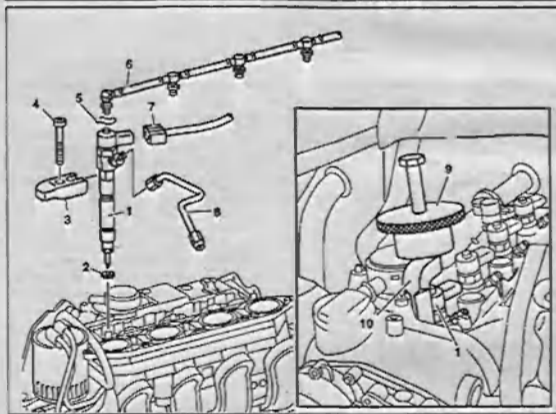

Рис. 3.44. Снятие и установка форсунки:
3. Снимите топливопроводы 8 высокого давления (рис. 3.44).